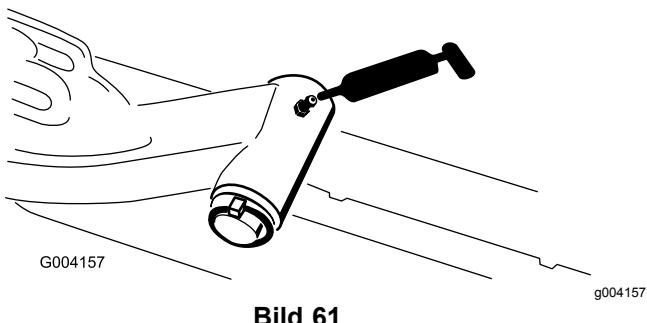

Bild 61
- Hubarmgelenkwelle (1)—Bild 61